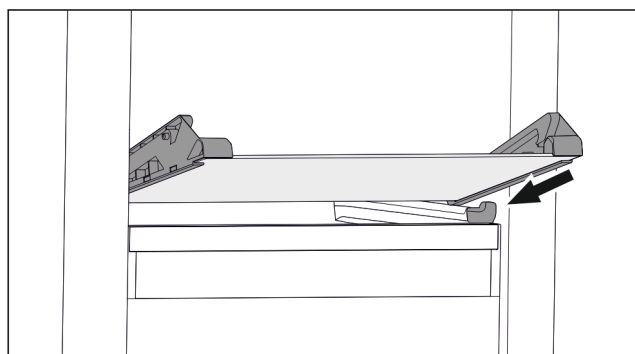

Fig. 73 Den nedklappelige skuffes glasplade
- ▶ Sæt glaspladen skråt bag stoppene. (se Fig. 73)